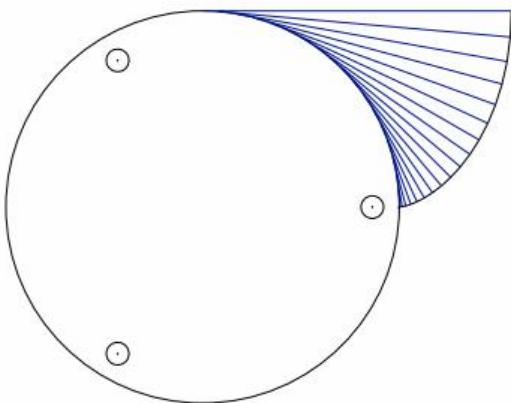

Abb. 6: Vorlage für einen übergroßen Zahn (Abbildung verkleinert)
Damit die Evolvente aber etwas genauer wird, stelle ich dir hier eine Vorlage mit Bohrungen bereit, die exakt auf das Innenzahnrad passt (Abb. 6). Dieser Zahn schiebt nun einen weiteren übergroßen Zahn auf einem zweiten Grundkreis.
*Eingriffsgerade* (Abb. 6). Der Berührungspunkt zweier Zähne verläuft also während einer Drehung entlang dieser Eingriffsgeraden. Das kannst du im Modell wunderbar nachvollziehen.